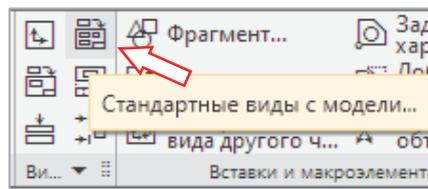

Рис. 5.23
3. На ленте инструментов выбрать команду **Черчение** → **Виды** → **Стандартные виды с модели** (рис. 5.23).